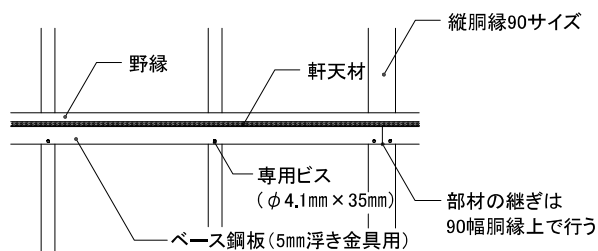

図1 ベース鋼板(5mm浮き金具用)の施工位置
- 軒天下にベース鋼板(5mm浮き金具用)を取り付けてください。(図1、2参照)